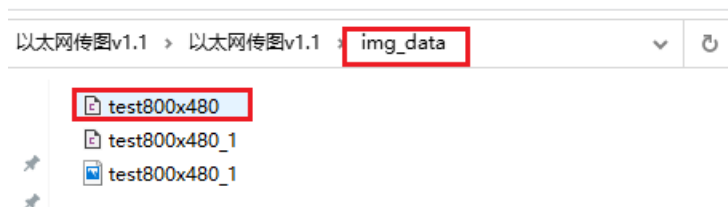

图 1.7 拷贝文件只以太网上位机文件夹下
4. 将 test800x480.c 拷贝到以太网传图上位机的 img\_data 目录下, 如下图 1.7 所示。